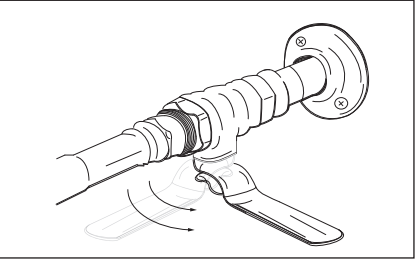

Figure 10 - Arrivée d'eau froide fermée.
- 7 Fermer le robinet d'arrivée d'eau froide (Figure 10).